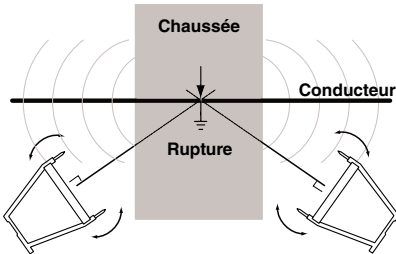

Figure 13 – Localisation sous chaussée
- Si la surface de chaussée est relativement petite, le récepteur peut être utilisé en périphérie de la zone. Il s'agit de tourner le récepteur d'un côté à l'autre, et lorsque ses flèches et bips sonores oscillent, de projeter une ligne perpendiculaire au centre du récepteur A-Frame. Faites de même à partir de plusieurs points autour de la zone de rupture anticipée. Les perpendiculaires devraient toutes intercepter un même point. Ce point se trouvera à l'aplomb de la rupture visée. A noter que cette méthode de localisation est moins précise que le positionnement du récepteur à l'aplomb du conducteur (Figure 13).